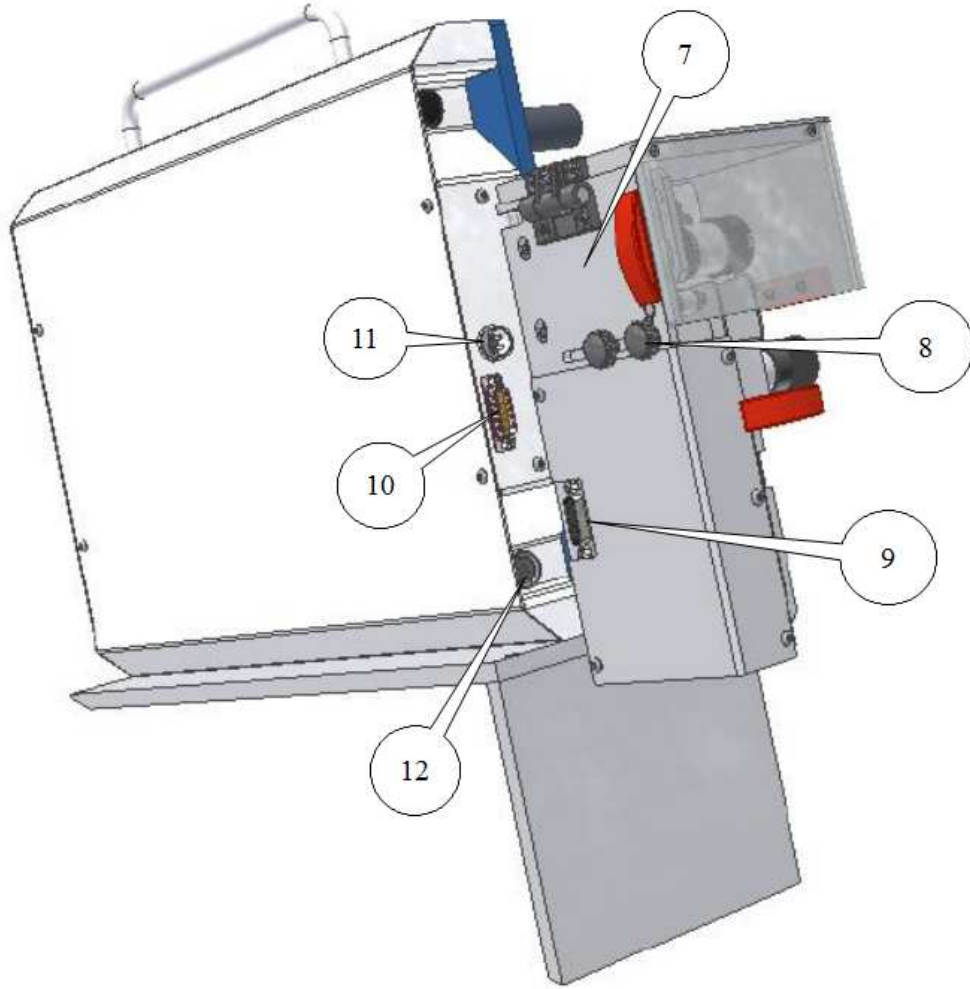

FIGURA 2
- **Verificare** il collegamento dell'apposito cavo tra il connettore DB15 poli del pannello frontale della stampante #10 (**FIGURA 2**) ed il connettore DB15 poli del cutter & stacker #9 (**FIGURA 2**).
- **Verificare** il collegamento del connettore tondo a 4 poli della taglierina all'apposita presa tonda a 4 poli sul pannello frontale della stampante #11(**FIGURA 2**).